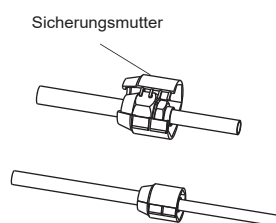

Abb. 5-5
- Die Sicherungsmutter ist ein Einweg-Bauteil, sie kann nicht wiederverwendet werden. Falls sie entfernt wird, muss sie durch eine neue ersetzt werden. (Siehe Abb. 5-5)